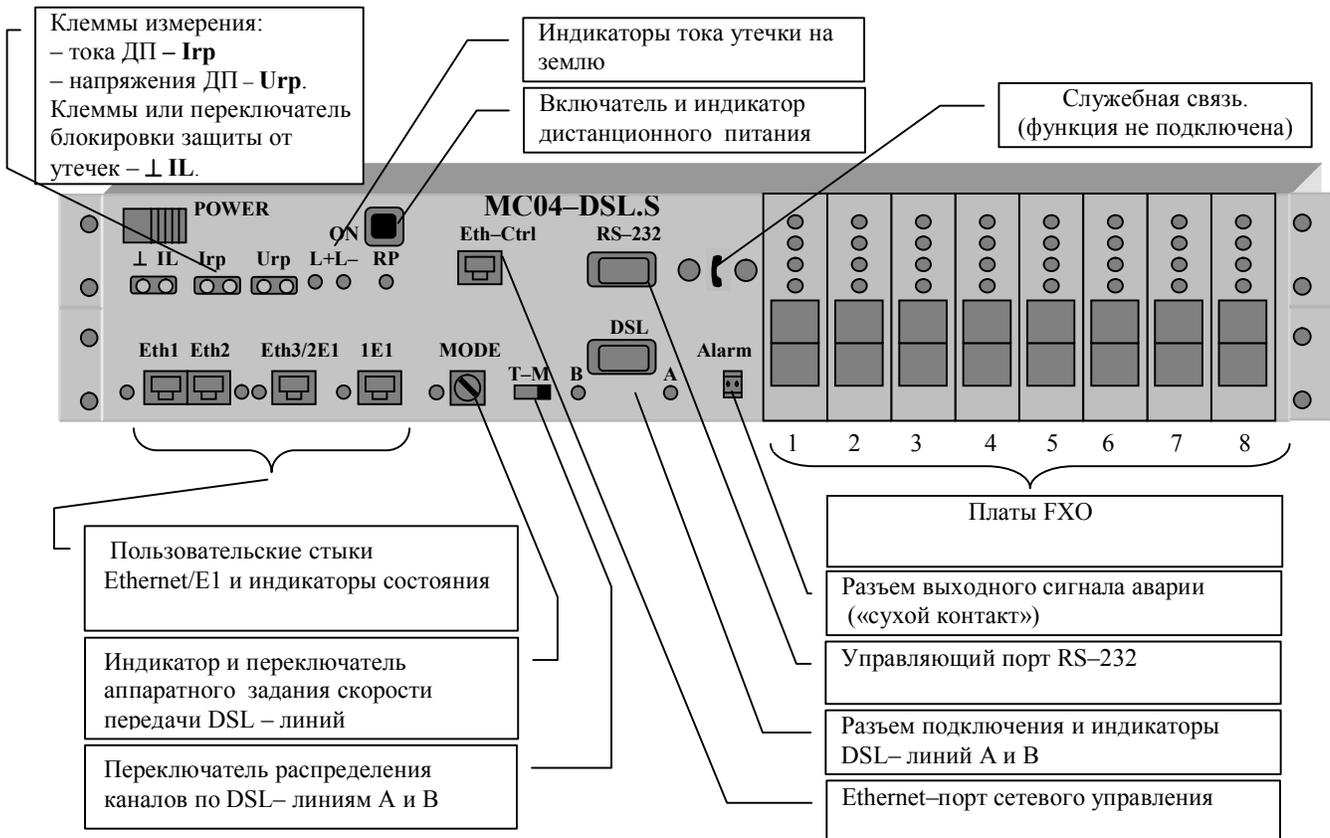
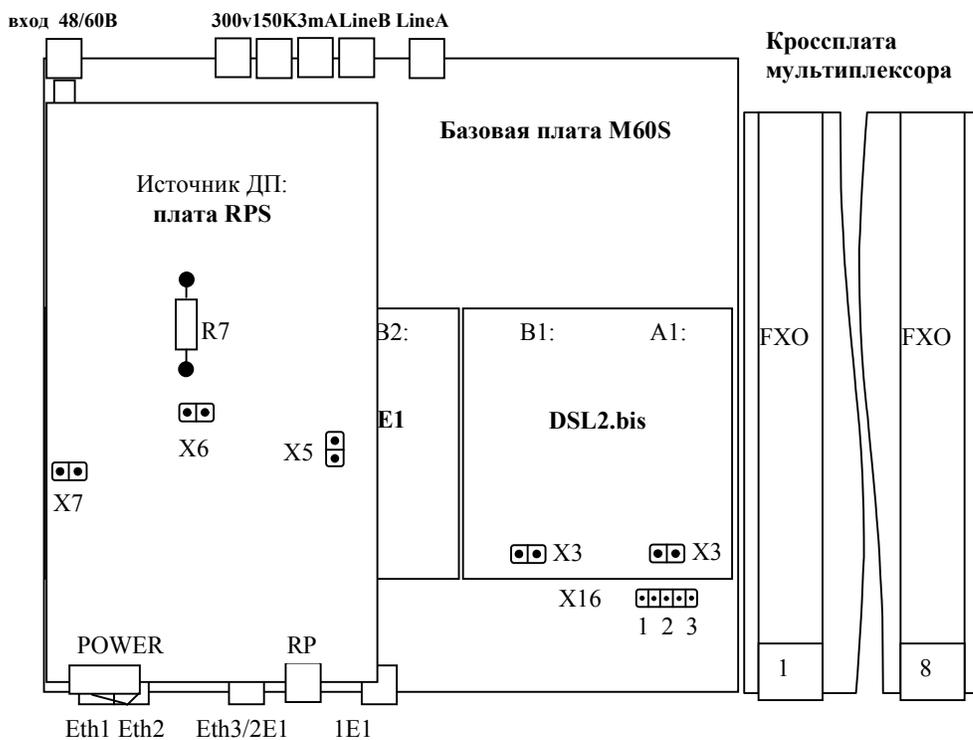

Рис. 5. В корпусе 2U.
Рис. 7. Схема расположения узлов MC04-DSL.S-xE1/xEthS xFXO-RPS-2U.
1. Стационарный полукомплект в корпусе 2U. Имеет места 8 плат канальных окончаний (КО). Места установки плат на рис. 5 пронумерованы от 1 до 8. Конструктивно блок включает (см. рис. 7):
5.1.3. Базовая плата **M60S** имеет модульную конструкцию, что позволяет реализовать разнообразные варианты аппаратных исполнений с разными функциональными возможностями в зависимости от типа и числа модулей цифровых интерфейсов DSL2.bis, E1, Eth, установленных на базовую плату M60S и наличия кроссплаты. Модули устанавливаются на места A1, B1, B2, A2, C базовой платы через два разъемных соединения согласно рис. 7 и 8. Варианты аппаратных исполнений даны в табл. 5. Распределение (кросскоммутация) пользовательских каналов по DSL стыкам для этих исполнений при аппаратном способе управления даны в п. **5.4.2. Конфигурация (настройки) по умолчанию.**